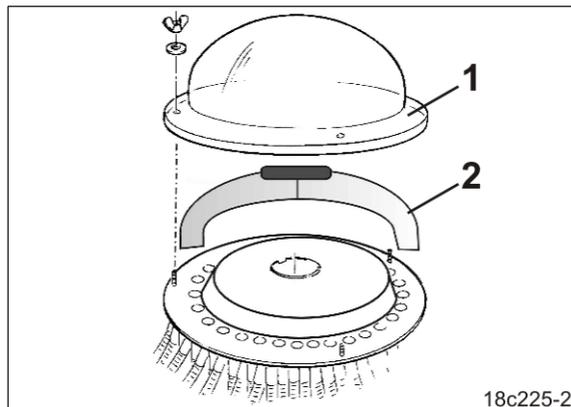

図 156
1. 分配器外装フード (図 156/1)
されるように、仕切り (図 156/2)